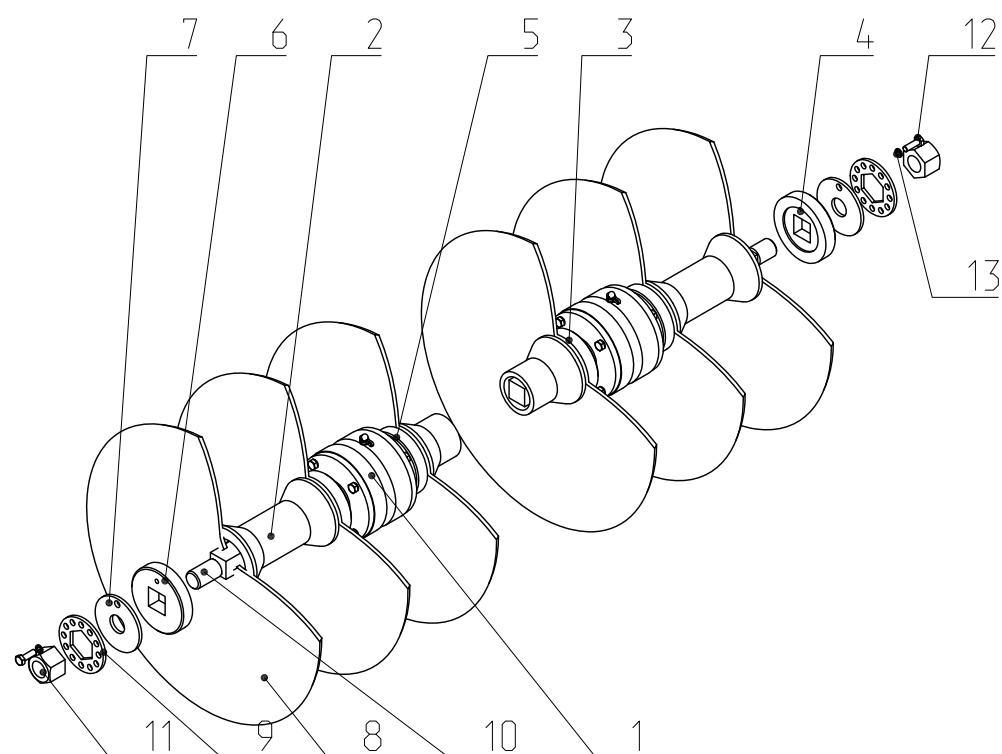

Рис.11. ЛДГ 02.020-01 Батарея в сборе левая.
3.8.1. Батарея в сборе (Рис. 11) состоит из набора дисков 8 в количестве 9 шт. Диски набраны на оси 10. Между ними расположены шпунья 2 и упоры 3,4,5 и 6. Стягиваются диски гайками 11. От самопроизвольного откручивания гаек, применяются шайбы 9.